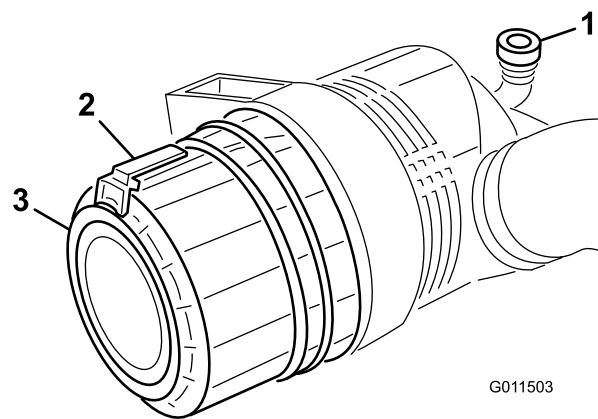

Рисунок 70
1. Оттяните защелку наружу и поверните крышку воздухоочистителя против часовой стрелки (Рисунок 70).
7. Рисунок 70 Для ориентации крышки установите резиновый выпускной клапан в нижнее положение - примерно между «5 и 7 часами» при взгляде с торца. Зафиксируйте защелку.